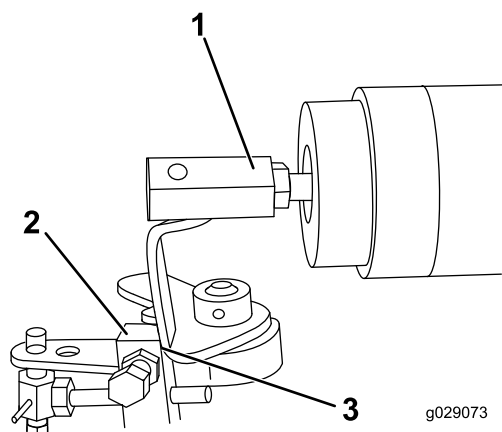

図 15
7. ソレノイドのプランジャを手ずらして、プランジャが完全に伸びた状態で燃料ディストリビュータから離れた状態にする 図 15。
10. プランジャがコイルによって伸びた状態に保持されている状態のまま、エンジン停止ソレノイドを燃料ディストリビュータの方にずらしてエンジン停止レバーを燃料ディストリビュータのハウジングに当てる 図 15。